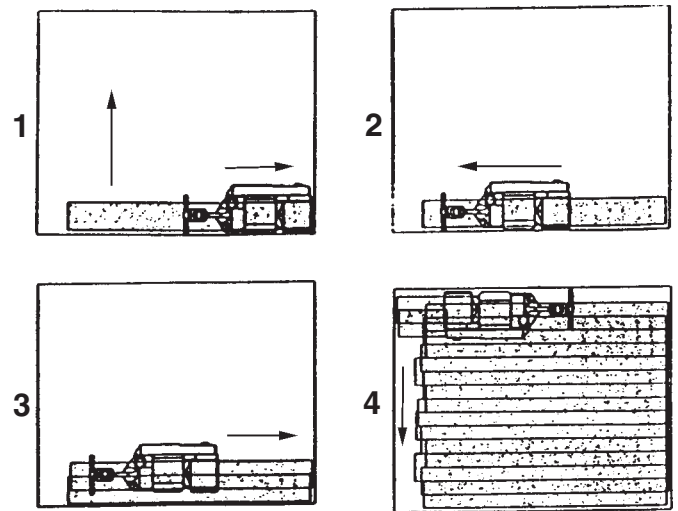

Figura 11
1. Fije cualquier clavo expuesto con un martillo y embutidor para evitar que se tope con el tambor de lijado. Conecte la máquina a un circuito apropiado con descarga a tierra y fusibles (fuente de alimentación). Presione el interruptor selector en la posición (S) (arranque). Después del arranque, deje que el interruptor vuelva a la posición (R)(funcionamiento).
2. Trabaje de derecha a izquierda. Por cada paso hacia delante, mueva la máquina 4" por encima del trayecto que acaba de completar. Retroceda marcha atrás sin solapamiento. Consulte la figura 11
6. Interrumpa gradualmente en el punto de terminación (el extremo de la pasada) elevando el tambor de lijado con la palanca de control. Escalone los puntos de terminación para conseguir una mejor combinación en el momento de ribetear. Consulte la figura 11.
7. Al cambiar el abrasivo, vacíe el contenido de la bolsa de polvo, o al terminar la operación de lijado, presione el interruptor selector a la posición (O) (Apagado). Desconecte la máquina de la fuente de alimentación.